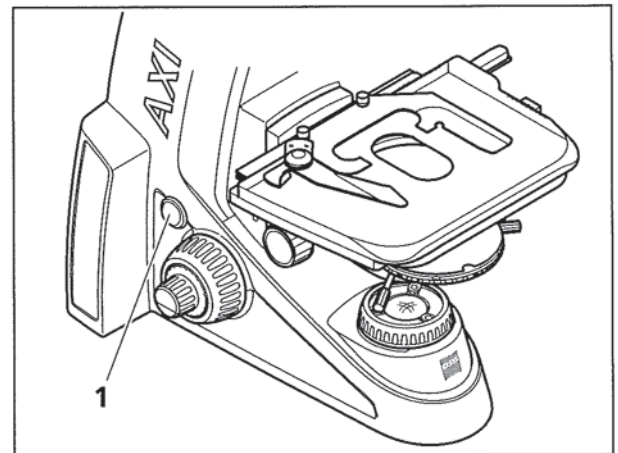

Bild 3-30 Netzschalter an der linken Seite des Mikroskops
- Mikroskop mit Netzschalter (Bild 3-30/1) ein- bzw. ausschalten.